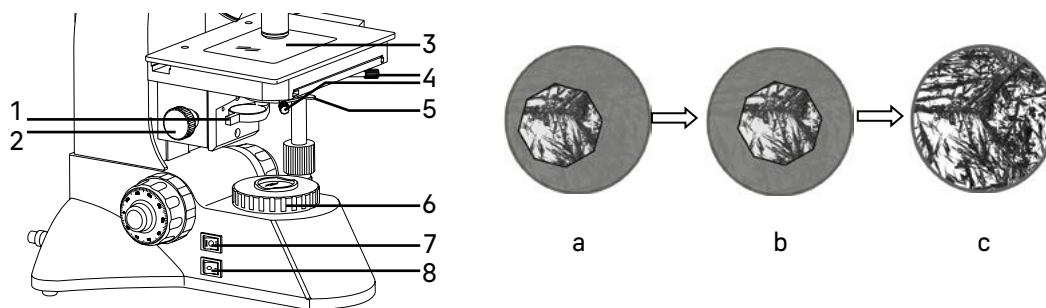

Рис. 12. Центрировка конденсора
- Убедитесь, что питание включено – кнопка 8 (рис. 12) приведена в положение «–».
- Включите осветитель проходящего света, установив переключатель 7 (рис. 12) в положение «I». Дайте ему немного поработать, чтобы достичь стабильного уровня освещения.
- Разместите объект на предметном столике 3 (рис. 12), введите в ход лучей объектив 10х, сфокусируйтесь, настройте визуальную насадку.
- Раскройте полевую диафрагму коллектора 6 (рис. 12) и апертурную диафрагму конденсора, рукояткой перемещения кронштейна конденсора 2 (рис. 12) поднимите конденсор до упора.
- Наблюдая в окуляры, прикройте полевую и апертурную диафрагму, так чтобы была освещена только центральная часть поля зрения – рис. 12а.
- С помощью центрировочных винтов конденсора 4 (рис. 12) приведите изображение в центр поля зрения окуляра – рис. 12b.
- Осторожно перемещая конденсор вверх и вниз вращением рукоятки перемещения кронштейна конденсора 2 (рис. 12), поместите конденсор в рабочее положение, при котором будет резкое изображение краев многогранника прикрытой полевой диафрагмы, а дифракционный сине-зеленый цвет на краю диафрагмы обращен за край диафрагмы, а не в поле зрения.
- Раскройте полевую диафрагму немного больше, чем размер поля зрения – рис. 12с. Может потребоваться дополнительная центровка.